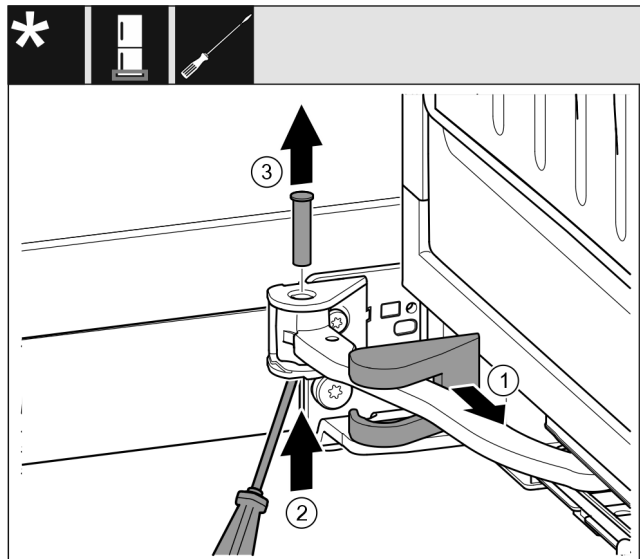

Fig. 15
- Afdekking van de lagerbus eraf trekken en langs het scharnier verschuiven. Fig. 15 (1)
- Bout met de vinger of schroevendraaier vanaf de onderkant optillen. Fig. 15 (2)
- De schroevendraaier onder de kop van de bout aanbrengen en eruit trekken. Fig. 15 (3)